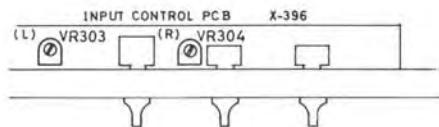

Fig. 3
2. Connect the audio generator to the input terminals. Set the input level control to maximum. Check to see that 100-watt (28.3V/8-ohm) output appears at the speaker terminals when 1,000Hz,  $1V \pm 1dB$  sine wave signal is fed from the audio generator. Adjust potentiometer VR303 for L-ch (VR304 for R-ch) on X-396 p-c board until the power indicator reads 0dB at 100-watt output (Fig. 3).
ceintes lorsqu'un signal d'onde sinusoïdale de 1.000Hz,  $1\text{V} \pm 1\text{dB}$  est injecté par le générateur de signaux audio. Ajuster le potentiomètre VR303 pour le canal de gauche (VR304 pour le canal de droite) sur la plaquette X-396 jusqu'à ce que l'indicateur de puissance affiche 0dB pour une sortie de 100 watts (Fig. 3).